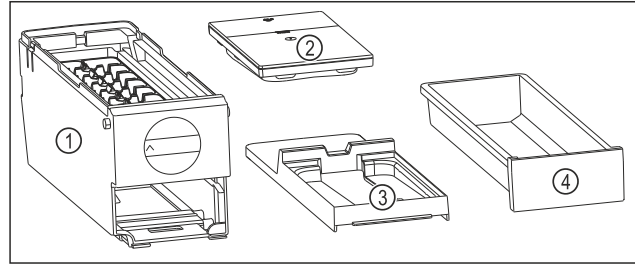

Fig. 114 Componente ale EasyTwist-Ice
- ▷ EasyTwist-Ice este dezasamblat în patru piese. (vezi Fig. 114)
- ▶ Dezasamblați EasyTwist-Ice numai în componentele ilustrate. (vezi Fig. 114)
- ▶ Curățați corpul EasyTwist-Ice Fig. 114 (1) ca un întreg.